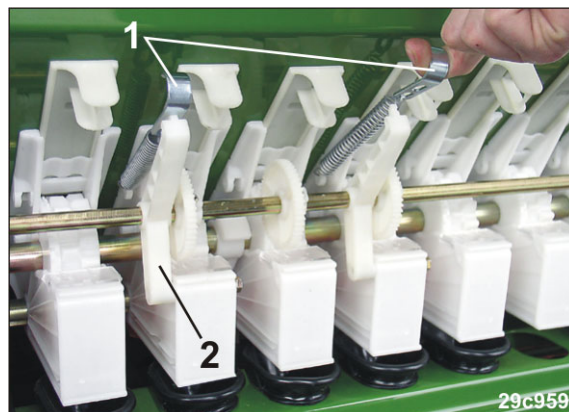

Рис. 121
2. Отсоедините натяжные пружины (Рис. 121/1) кронштейнов (Рис. 121/2) промежуточного вала.